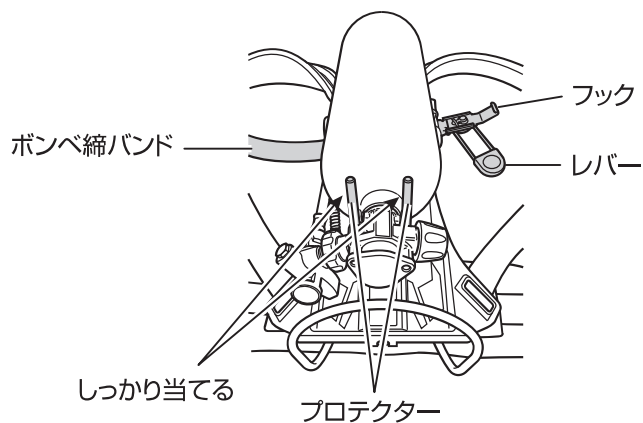

図2 ポンベの向き合わせる
1. **ボンベを背負具にのせる。(図 2 参照)**
2. **ボンベのそく止弁のハンドルが背板に対して水平になるようにボンベを調整する。(図 2 参照)**